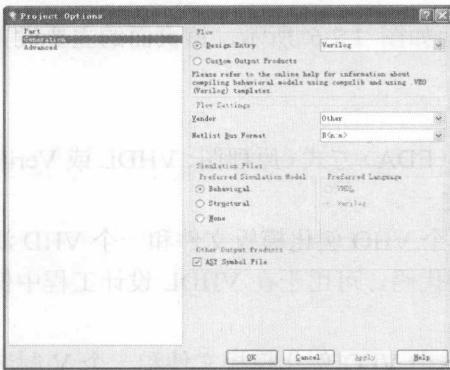

图 1.2.6 工程选项的生成页面
(2) 工程选项的生成页面。工程选项的生成页面如图 1.2.6 所示，该页面的主要设置如下所述。
① 流程 (Flow)。